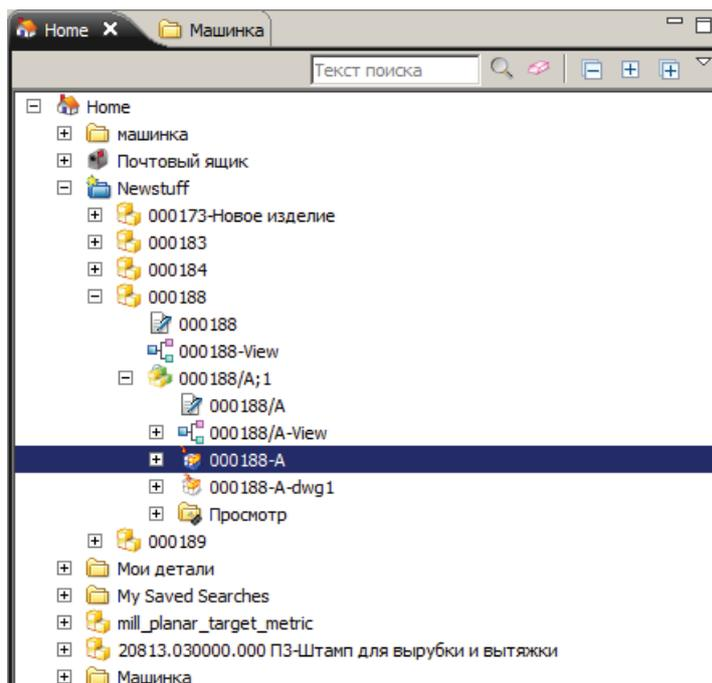

Рисунок 11.26
- Для этого, например, можно найти ее в базе данных Teamcenter в приложении **Мой Teamcenter**, используя инструментарий поиска или, если известно, найти ее в соответствующей папке и далее по двойному нажатию левой кнопки мыши по соответствующему набору данных открыть модель в NX (рис. 11.26);